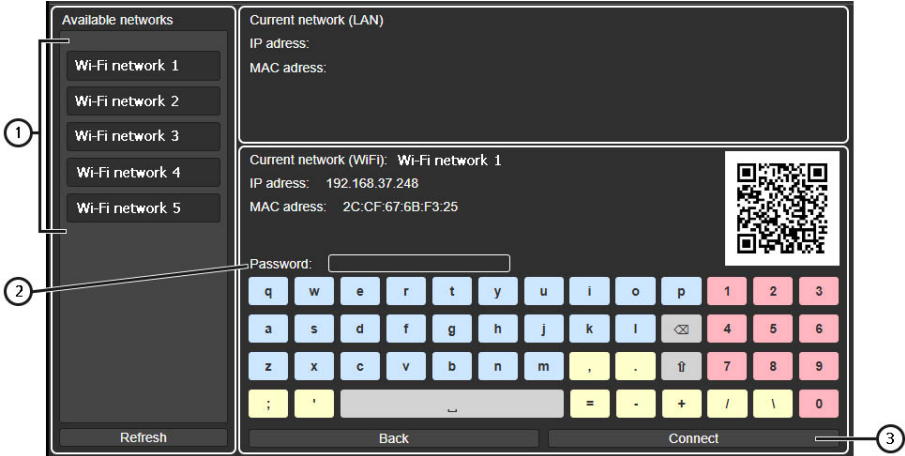

Рисунок 8
3. У вікні, що відкрилося, зі списку доступних мереж Wi-Fi виберіть потрібну (див. позицію 1 рис. 8).
4. Далі в рядку **«Password»** введіть пароль від обраної мережі Wi-Fi (див. позицію 2 рис. 8).
5. Для завершення процедури підключення натисніть на кнопку **«Connect»** (див. позицію 3, рис. 8).